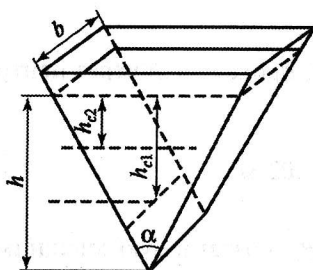

Рис. 3.5
**Задача 3.5.** Определить силы давления на боковые поверхности резервуара, заполненного бензином (рис. 3.5), и координаты центров давления, если  $\alpha = 60^\circ$ ;  $b = 1$  м;  $h = 4$  м;  $\rho = 750$  кг/м3;  $g = 10$  м/с2.